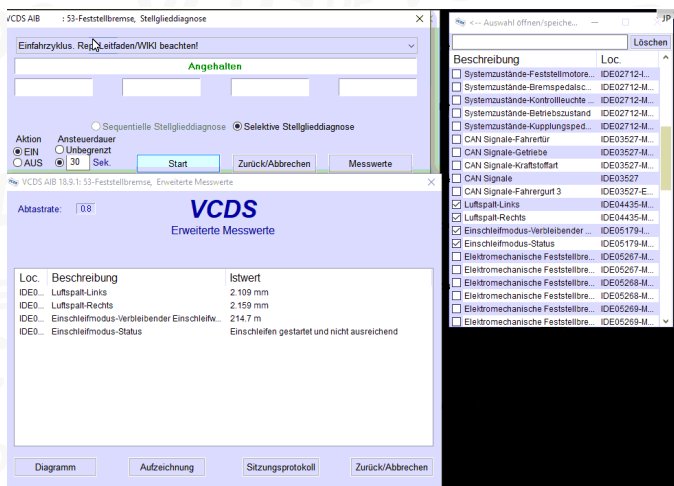

Abbildung 2: Einfahrzyklus Reparaturleitfaden beachten
5. **Einfahrzykl. Reparaturleitfaden beachten** auswählen (Abb. 2).